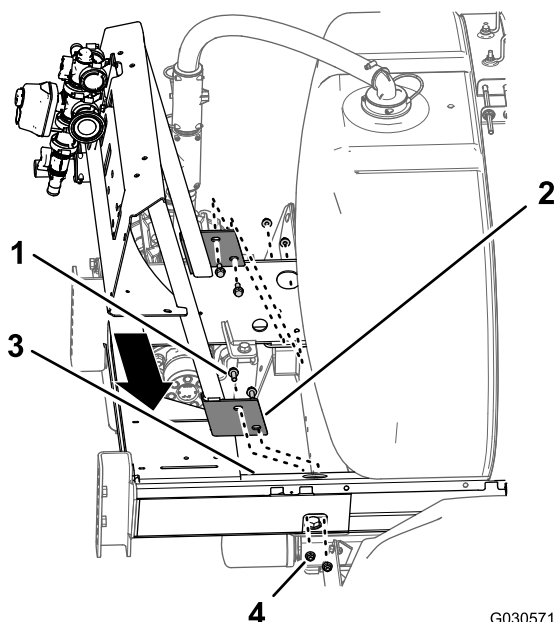

図 100
1. 10バルブ構成用のマニホルドマウントのフランジの穴を、車体のシャーシのフレームの穴に合わせる 図 100。